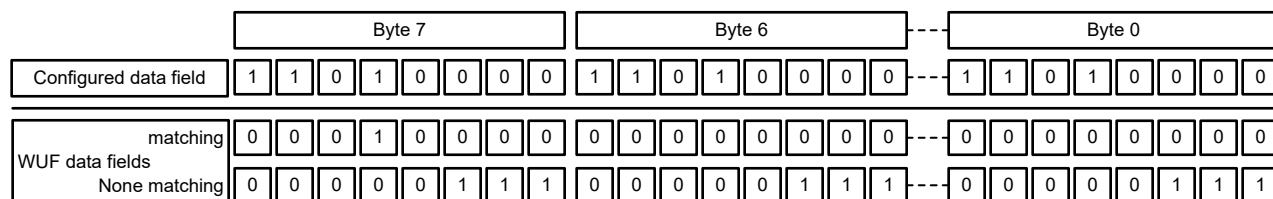

図 8-39. WUF のデータ フィールド検証の例
データ マスク ビットを使用してデータ マスクが有効化されている場合、受信フレームのデータは設定されたデータと一致している必要があります。具体的には、受信フレームのデータ フィールド内にある論理 High (1) のビットのうち、少なくとも 1 つが設定データのデータ フィールド内の論理 High (1) ビットと一致している必要があります。関連するビット位置は、8'h39 ~ 8'h40 の構成されたデータによって決定され、8'h38[0] のデータ マスク イネーブルによってイネーブルされます。図 8-39 に、マッチングするデータとマッチングしないデータの例を示します